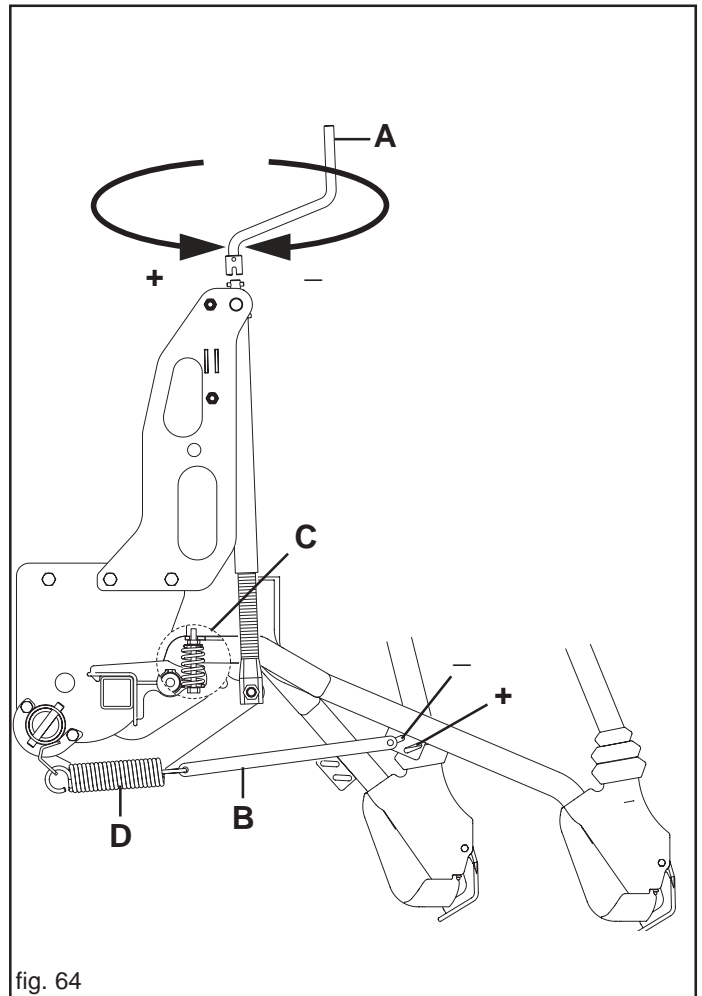

fig. 64
La profondità di semina viene regolata, contemporaneamente per tutti gli assolcatori tramite una manovella (A, Fig. 64), che consente, se girata in senso antiorario, di esercitare una maggiore pressione degli assolcatori sul terreno e quindi automaticamente una deposizione più profonda del seme.
Si può ulteriormente regolare la pressione, singolarmente, cambiando la posizione del tirante (B Fig. 64).
Solo con assolcatori a stivaletto è disponibile, come accessorio, una molla (C, Fig. 64) che consente di azzerare il peso del singolo elemento a molla (D) completamente scarica. In questa situazione è possibile eseguire semine superficiali.
A richiesta, la seminatrice può essere dotata di regolazione idraulica della pressione degli assolcatori. Il dispositivo viene montato al posto della vite di regolazione manuale (Fig. 64) e collegato attraverso gli appositi tubi idraulici al distributore della trattrice (doppio effetto).